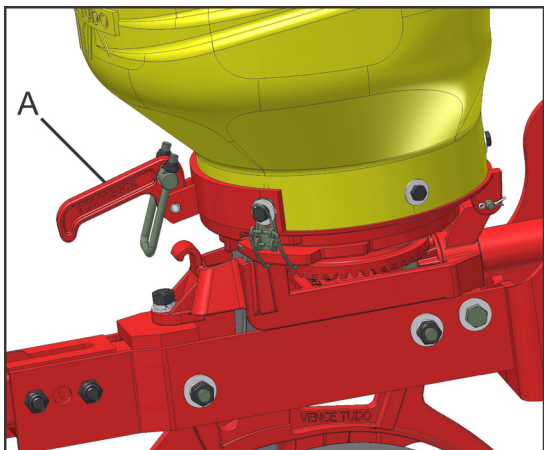
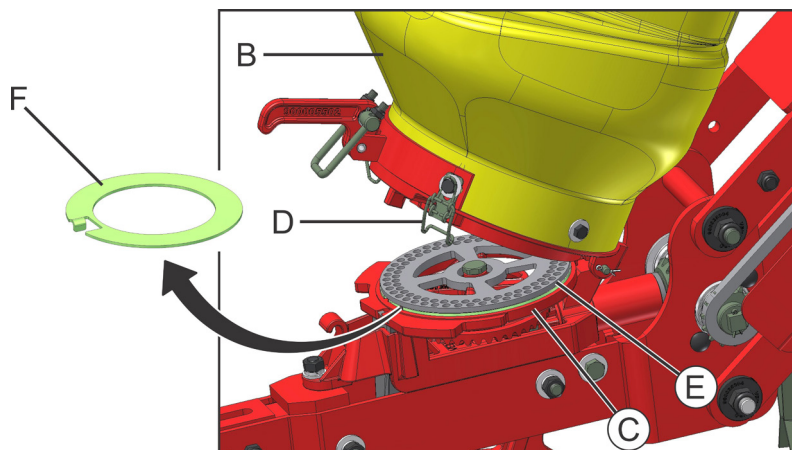

fig. 06
fig. 07
Para a verificação ou substituição dos discos, pressione a alavanca (A) (fig. 06), suspenda o reservatório (B) (fig. 07) e libere o anel base (C) através das presilhas (D).
O espaço onde o disco (E) (fig. 07) fica alojado no anel base (C) é de **8,5 mm**. O disco (E) e o anel (F) a serem usados devem obedecer a soma que atinja 8,5 mm. Caso a espessura do disco seja de 8,5 mm, não é necessário usar o anel. Verifique a tabela ao lado.